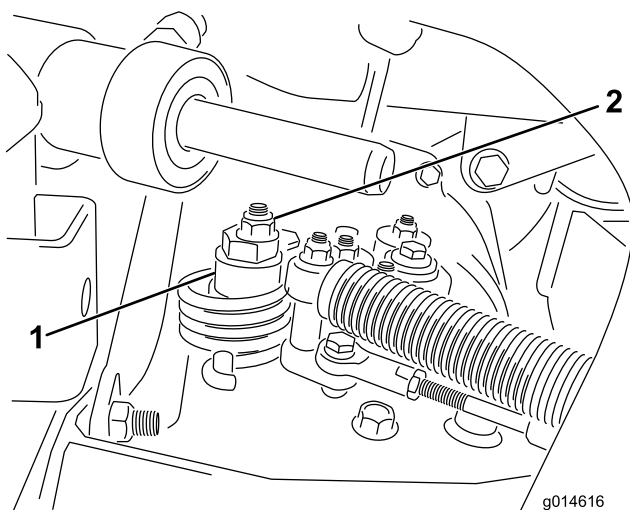

図 49
- A. 偏芯ナットをハイドロスタット上部に止めているナットをゆるめる 図 49。
- C. どちらにも車輪が回らないように偏芯ナットを回して調整する。調整ができれば固定ナットを締める 図 49。スロットルSLOW およびFAST 位置で調整が正しいことを確認する。